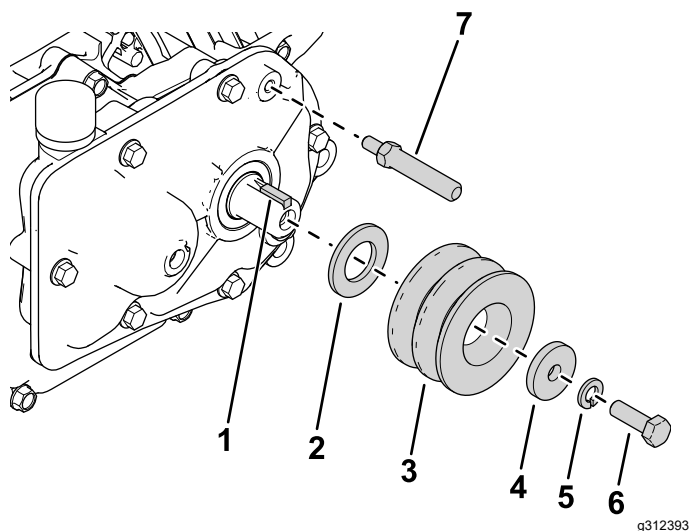

Figura 2
2. Instale a chave quadrada no eixo de saída (Figura 2).
3. Instale a nova anilha (M20), polia da transmissão, anilha (5/16 pol.), anilha de bloqueio e parafuso (5/16 pol. x 1 pol.) como se mostra na Figura 2.
4. Instale o eixo da articulação da tração na caixa de velocidades (Figura 2).